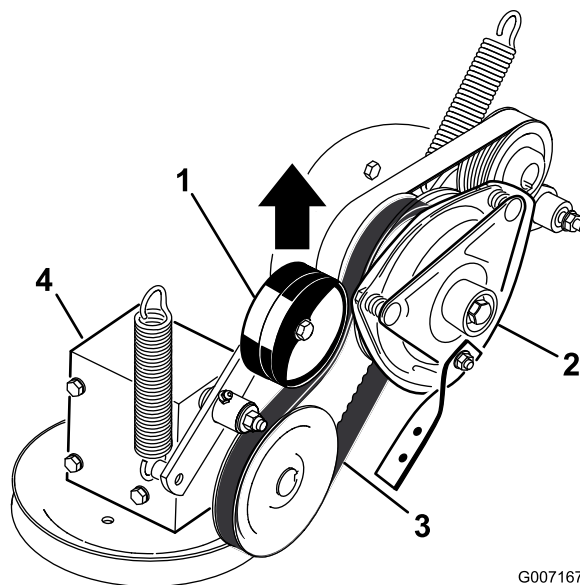

Figura 76
- Tirate verso l'alto la puleggia tendicinghia caricata a molla per la cinghia di trasmissione della PDF e rimuovete la cinghia dalla puleggia della frizione (Figura 76).
17. Tirate verso l'alto il tendicinghia caricato a molla per la cinghia di trasmissione della PDF e montatelo sulla puleggia della frizione (Figura 76).